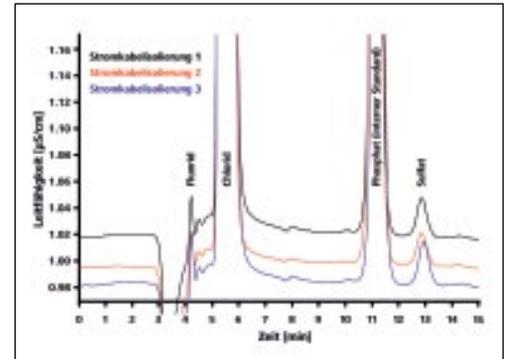

Abb. 4 Halogen- und Schwefelbestimmung in drei PVC-haltigen Stromkabelisierungen
Abb. 4 Western-Blot von SH-Lysaten. 40 μ g Protein wurden durch SDS-PAGE aufgetrennt, auf Nitrozellulose geblottet und mittels spezifischer Antikörper auf Anwesenheit von CYP 3A4 (A) und UGT 2B7 (B) analysiert. **A:** Linie 1: biotinylierter Marker (M); Linie 2: 40 μ g SH-Lysat (SH). **B:** Linie 1: biotinylierter Marker (M); Linie 2: 40 μ g SH-Lysat (SH); Linie 3: UGT 2B7 Standard (S)
Polyvinylchlorid (PVC) sind überaus kritisch. Die Gefahr der Freisetzung von größeren Mengen an toxischen chlorhaltigen Dioxinen und Furanen sowie korrosiver Salzsäure bei PVC-Kabelbränden haben dazu geführt, dass zunehmend halogenfreie Kunststoffe als Stromkabelisolierung verwendet werden. Die Überprüfung des Halogengehalts ist in Abbildung 4 am Beispiel von drei PVC-haltigen Stromkabelisolierungen demonstriert. Neben hohen Gehal-